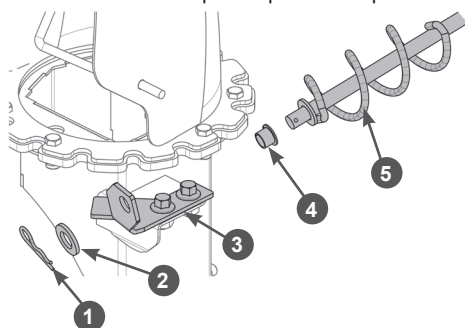

Рис. 14. Установка рычага управления поворотом желоба (сторона желоба)
- Установите другой конец рычага в отверстие кронштейна на кожухе шнеков со следующей очередностью: втулка, шайба, шплинт (Рис. 14).
- Вращением рычага управления поверните желоб несколько раз влево-вправо от упора до упора, проверьте зацепление витков рычага и желоба. Если зацепление неполное, ослабьте затяжку гаек и болтов крепления кронштейна 3 (Рис. 14) и подвиньте кронштейн в сторону желоба, чтобы обеспечить более плотное зацепление витков рычага и желоба.